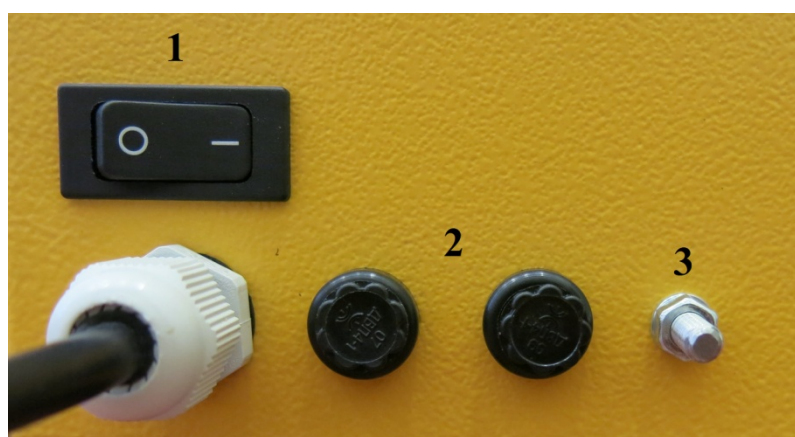

Рис. 2. Задняя панель охладителя.
На задней панели охладителя (рис. 2) расположен выключатель блокировки таймера(1), предохранители(2), винт заземления(3).
Принцип работы охладителя основан на обдуве, вращающимся на высокой скорости вентилятором, навесок проб в сетчатых буюксах, размещенных на подставке. Время охлаждения навесок регламентируется в соответствии с ГОСТ 13586.5-93, ГОСТ 10856-96. В случае необходимости время охлаждения может быть задано в пределах от 0 до 10 минут посредством таймера. Для непрерывной работы вентилятора охладителя предусмотрен режим блокировки таймера выключателем (1) рис.2. Остановка вентилятора охладителя в этом случае производится приведением выключателя блокировки таймера в положение «○».